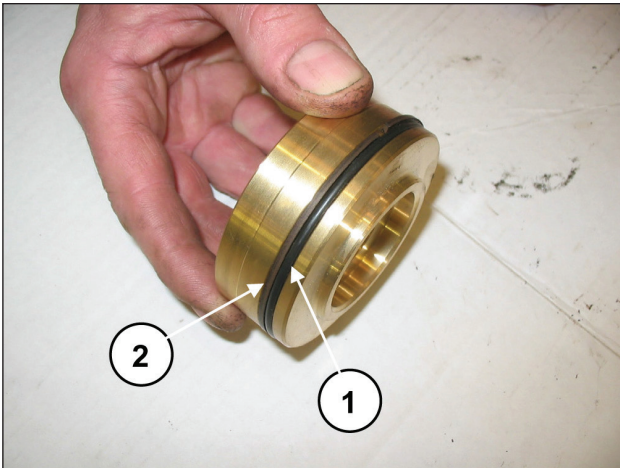

Abb. 114
Montieren Sie den O-Ring, Pos. 17 Explosionszeichnung (Pos. ①, Abb. 114) und den Stützring, Pos. 21 Explosionszeichnung (Pos. ②, Abb. 114) auf die Druckventilkappe.